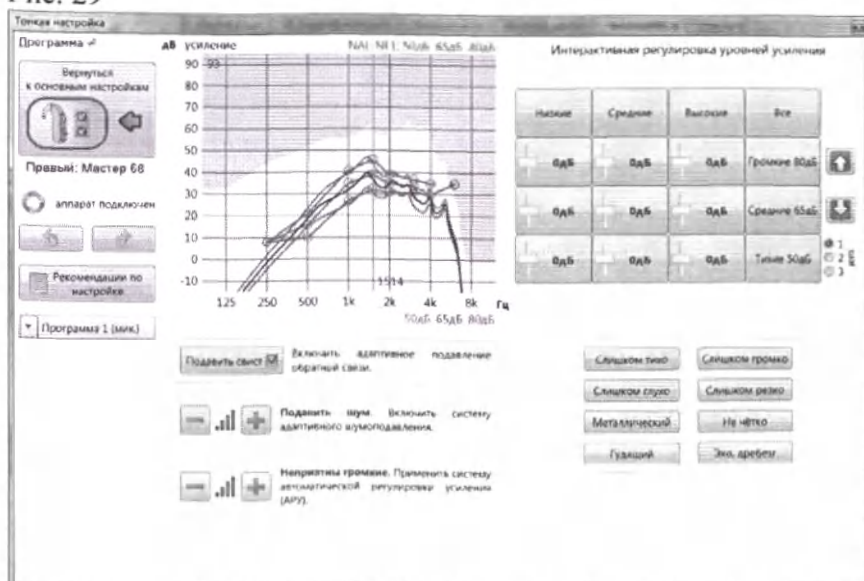

Рис. 30
* в режиме «on-line» любые коррекции параметров сразу передаются в СА и не требуется нажимать на кнопку  для записи в СА в отличие от обычного режима «of-line» (переход в интерфейс тонкой настройки с помощью большой кнопки , расположенной в левой части окна программы настройки, Рис. 30)